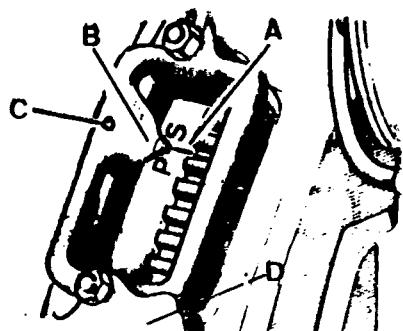

Fig. A3-69 Colocación del P.M.S. en el volante
- 2.1. El cigüeñal deberá estar tal y como se dejó en el punto (1.5), con las chavetas en posición perpendicular hacia arriba lo que corresponde al punto muerto superior de los pistones, 1 y 6. Posición que podrá verificarse a través del registro del volante (Fig. A3-69).
- 2.13. Cerrar la tapa de registro del volante, D (Fig. A3-69).